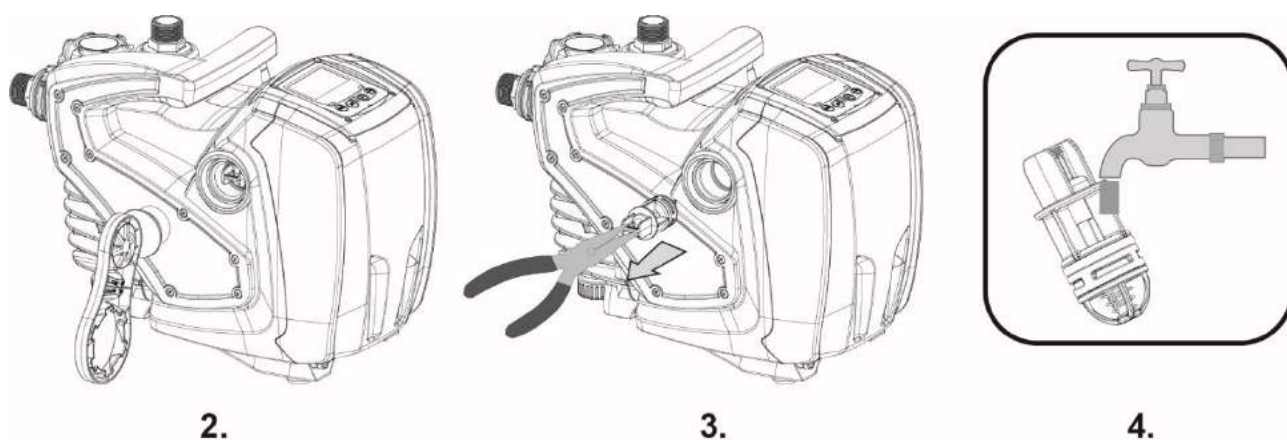

Рисунок 8
2. при помощи отвертки или специального инструмента выньте пробку выпускного отверстия так, чтобы получить доступ к обратному клапану (Рис.8);
3. при помощи щипцов вынуть, не вращая, патрон обратного клапана, взявшись за специальную переключку (Рис. 8): эта операция может потребовать применения определенной силы;
5. вновь вставить патрон в сборе в свое гнездо: операция требует применения силы, необходимой для сжатия 2 уплотнительных манжет (Рис. 8);
6. затяните пробку выпускного отверстия до упора: если картридж не был продвинут в правильное положение, завинчивание пробки ведет к его правильному размещению (Рис.8).